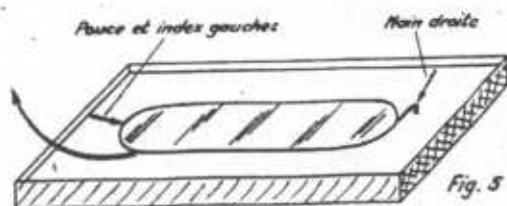

Fig. 5
4. A l'aide de l'index et du pouce gauches, pincez délicatement le bord gauche du cadre. La main droite maintient toujours le crochet. Retenez votre respiration!... Par un mouvement, d'abord de glissement et ensuite de rotation, jusqu'à la verticale, décollez progressivement et doucement votre pellicule de l'eau (fig. 5). Je ne peux pas vous en dire plus!... Si vous y arrivez du premier coup, vous êtes un as... En cas d'échec, ne vous découragez pas. Voyez où vous avez fauté et recommencez.